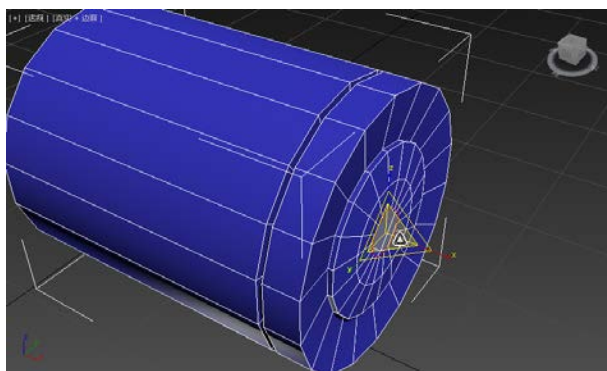

图 3-1-13 缩放生成多边形 (2)
STEP 13 按住【Shift】键并使用【选择并缩放】工具，向内缩放，生成多边形，如图 3-1-13 所示。